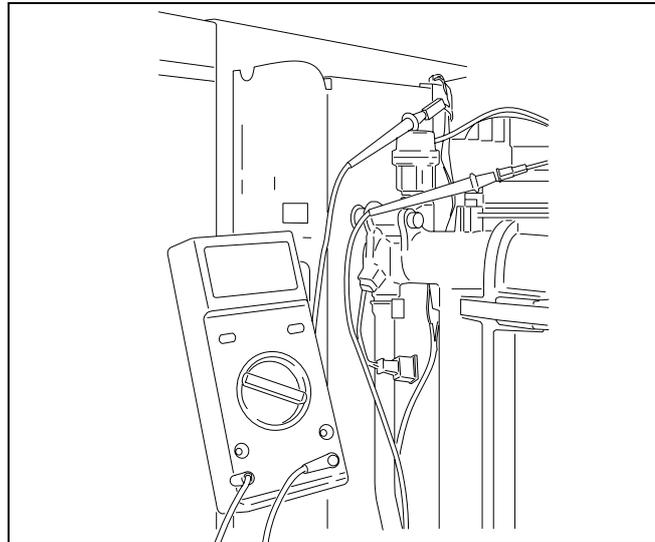

Fig. 29 Mesurer le courant d'ionisation
### 7.2.11 Mesurer le courant d'ionisation (fig. 29)
- Desserrer la connexion à fiche de l'électrode d'ionisation et raccorder l'instrument de mesure en série (fig. 29).